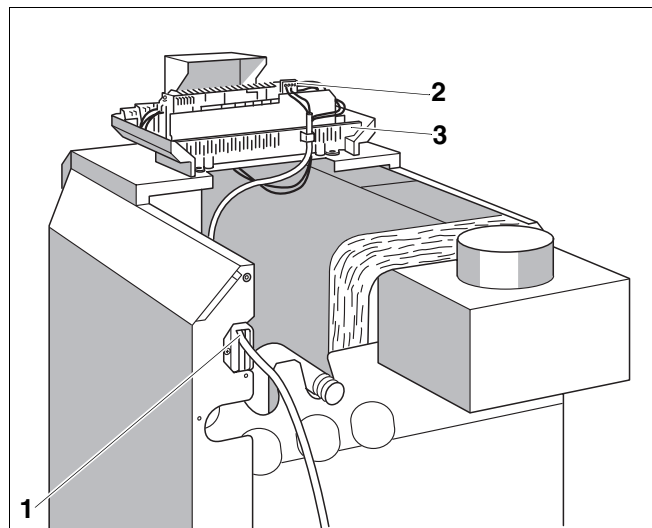

Abb. 22 Kabelführung und Steckverbindungen
- Bauseitige elektrische Anschlussleitungen und die Anschlussleitung von der Abgasüberwachung von hinten durch die Kabeleinführung (Abb. 22, **Pos. 1**) zum Regelgerät führen.
- Elektrische Anschlüsse nach beiliegendem Schaltplan an den Steckverbindungen (Abb. 22, **Pos. 2**) des Regelgeräts herstellen (Abb. 22).